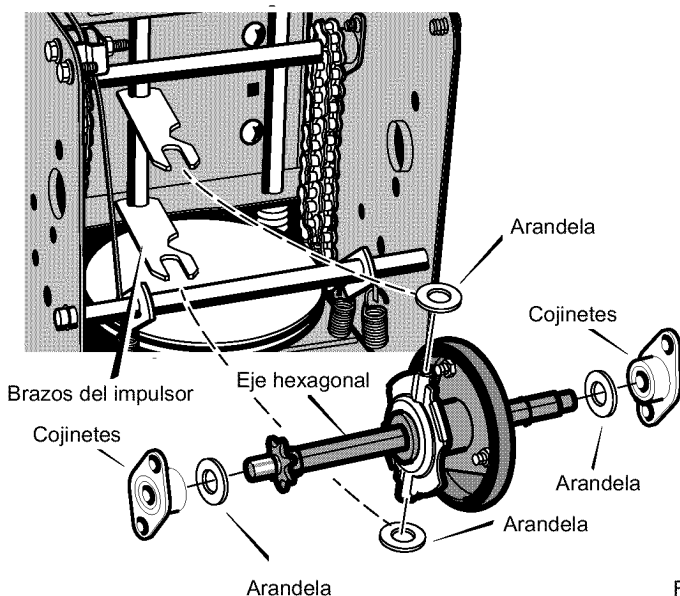

Figura 83
14. Instale el **eje hexagonal** y los **cojinetes** con los cuatro pernos que quitó antes (Figura 83).